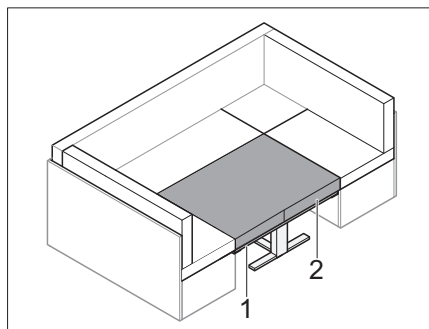

Bild 70 Inlagd tilläggsdyna
- Lagg in den medföljande tilläggsdynan (Bild 70,2).